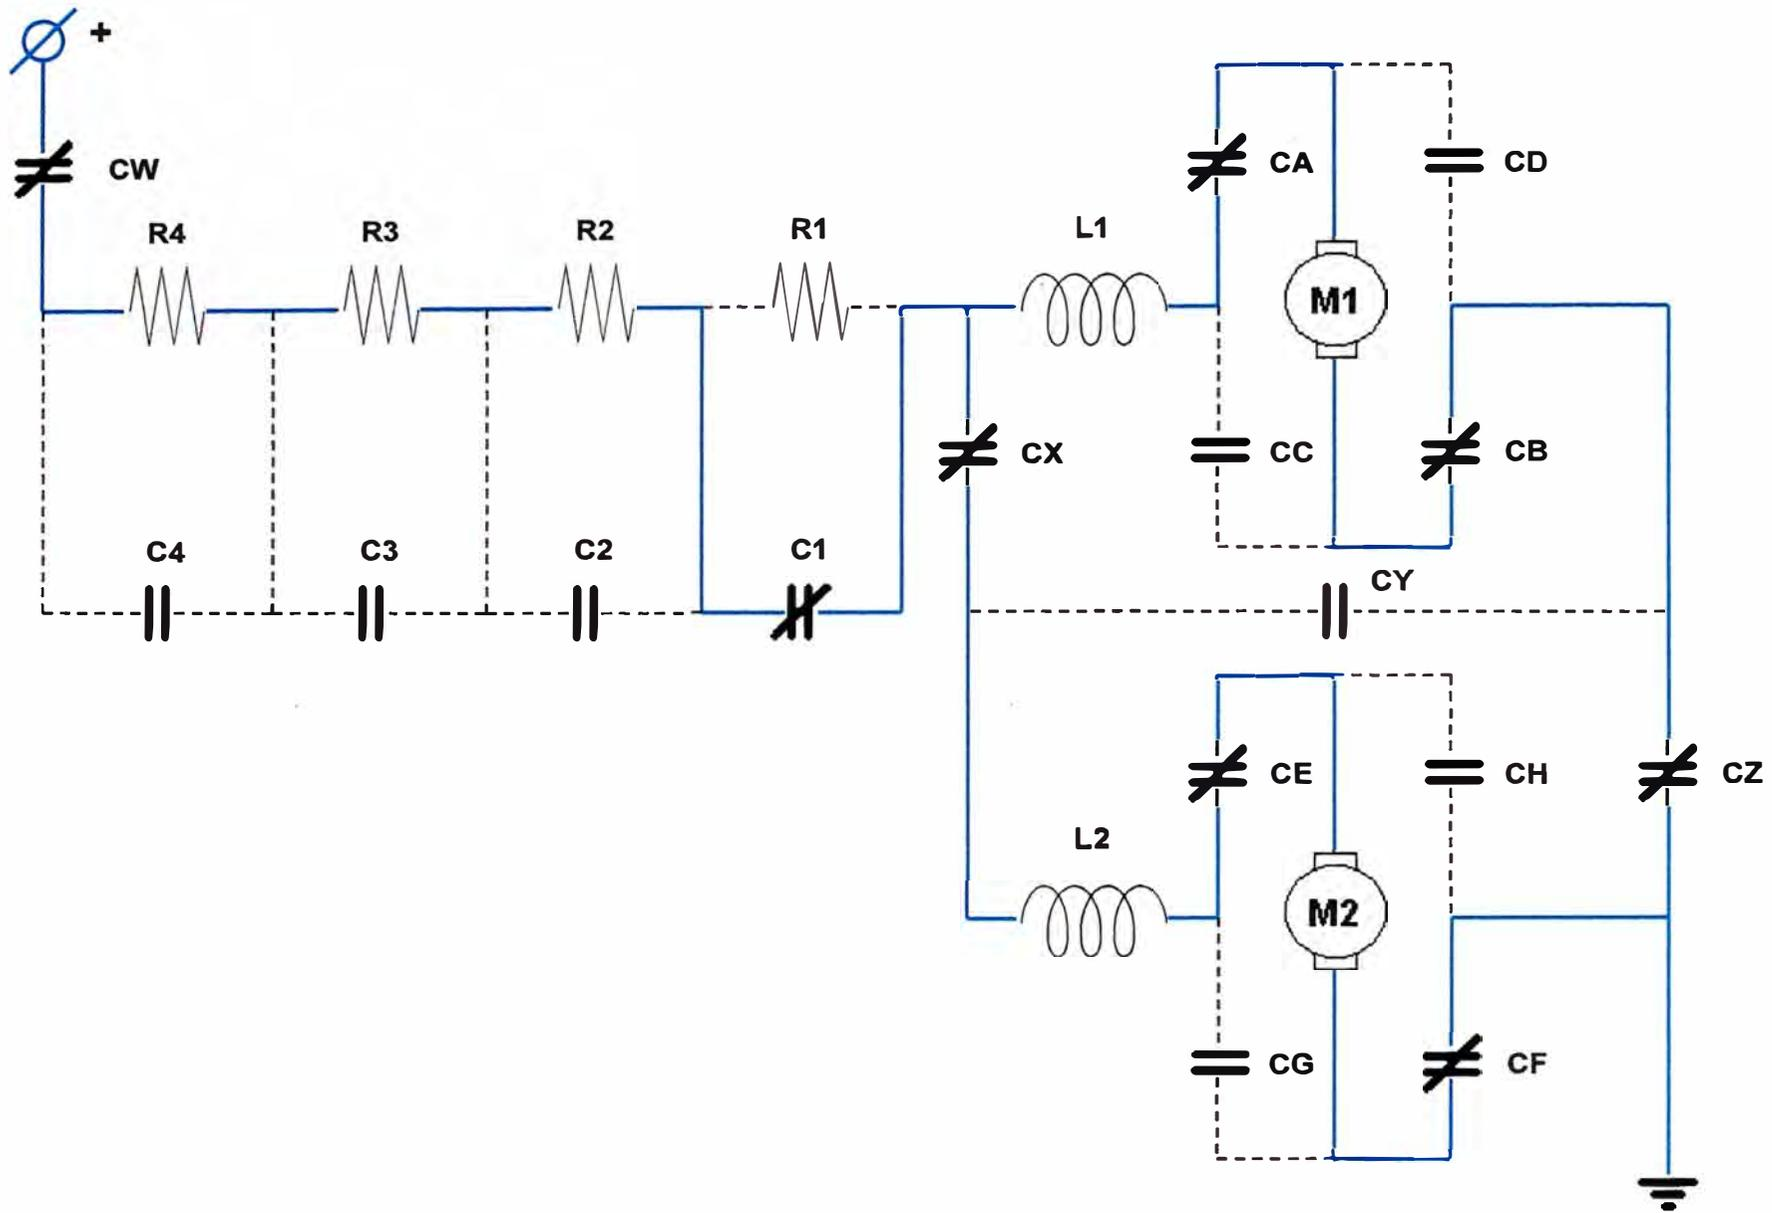
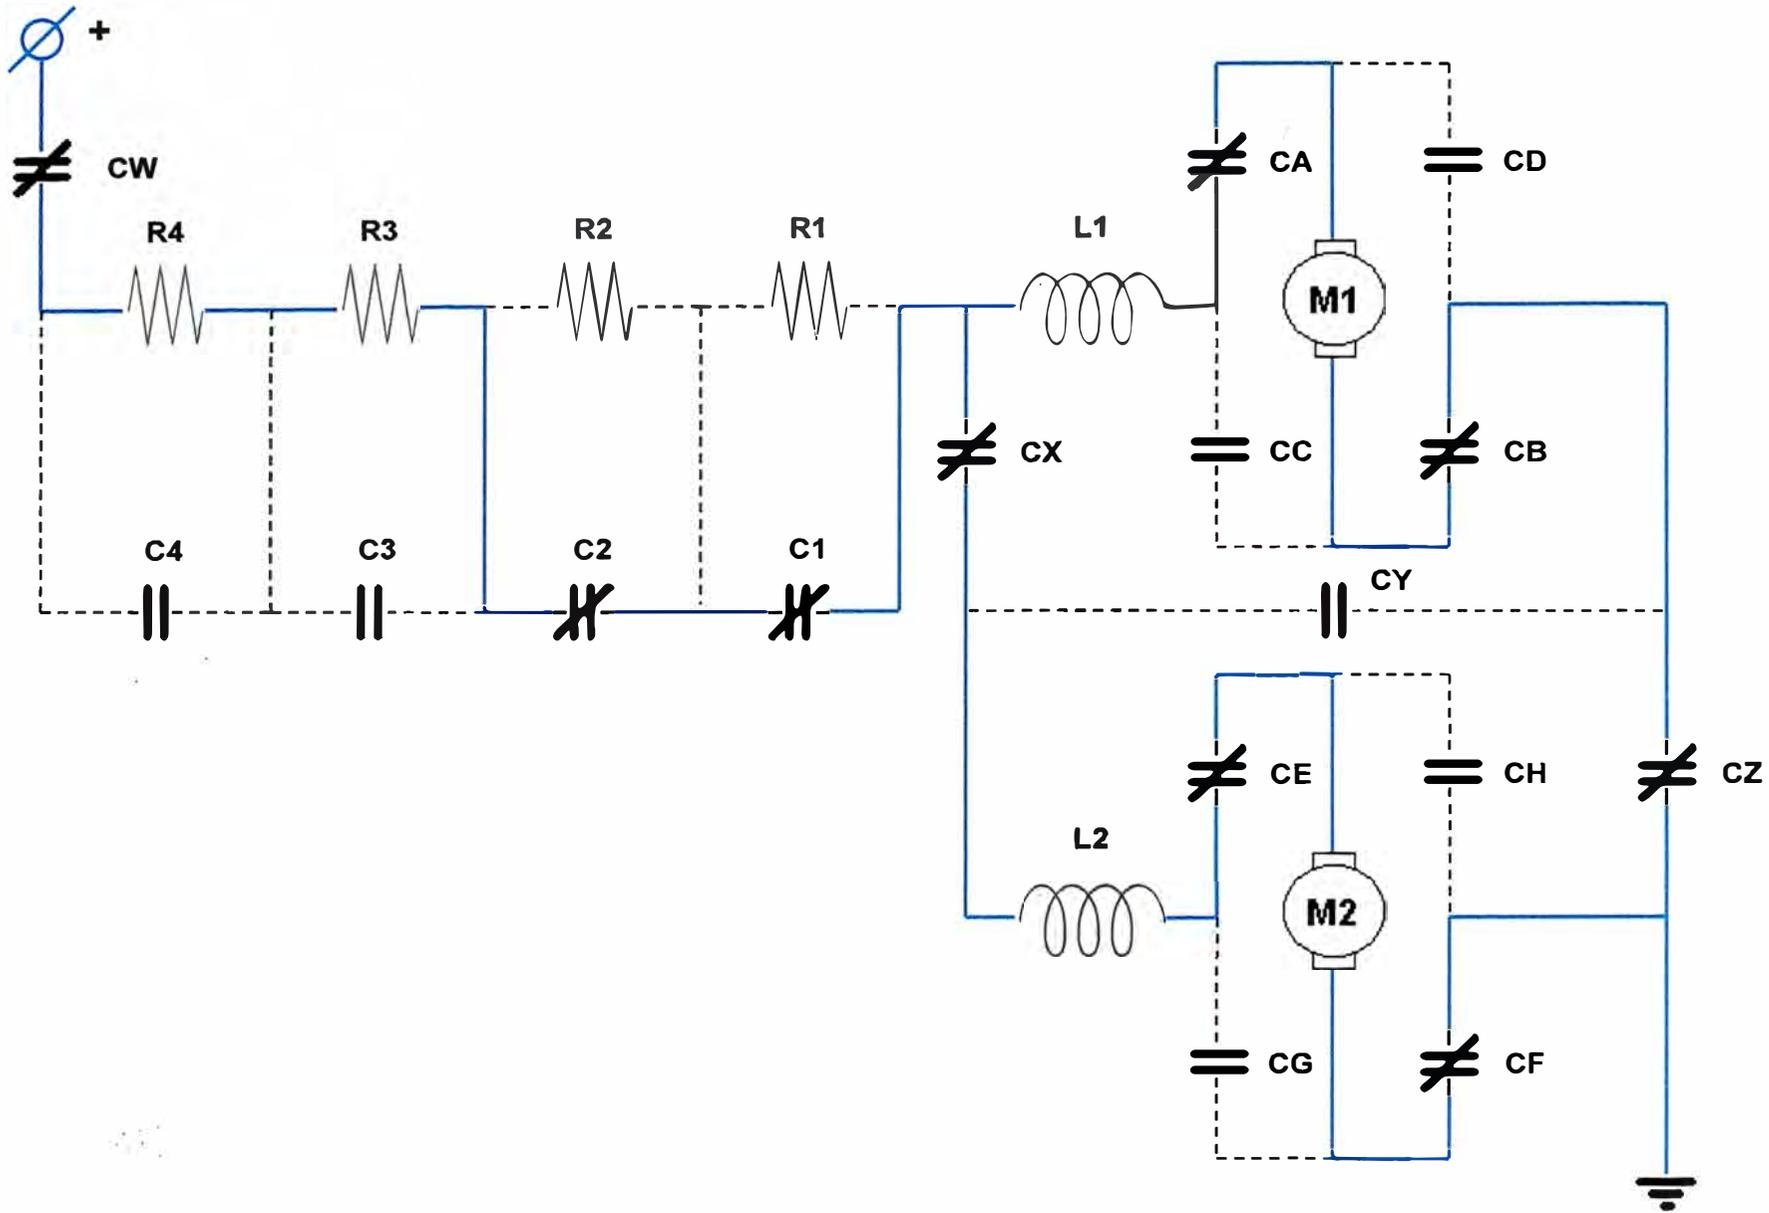

Figura 2.8: Control de velocidad paralelo de motores serie de corriente continua – Velocidad 7
Figura 2.9: Control de velocidad paralelo de motores serie de corriente continua – Velocidad 8
- El tercer nivel agrupará las velocidades 7 y 8 (ver Figuras 2.8 y 2.9), mostradas en la tabla y las secuencias de control correspondientes serán efectuadas automáticamente. En la velocidad 7 (ver Figura 2.8) los motores serie se encuentran aún conectados en paralelo entre ambos y ahora sólo 03 resistencias (de las 04) permanecen conectadas en serie con ellos. En la velocidad 8 (ver Figura 2.9) los motores serie se encuentran conectados en paralelo entre ambos y ahora sólo 02 resistencias (de las 04) permanecen conectadas en serie con ellos.